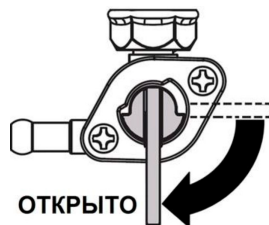

рис.4
1) Откройте кран топливного бака. Для этого рычаг крана переведите в вертикальное положение (рис.4).